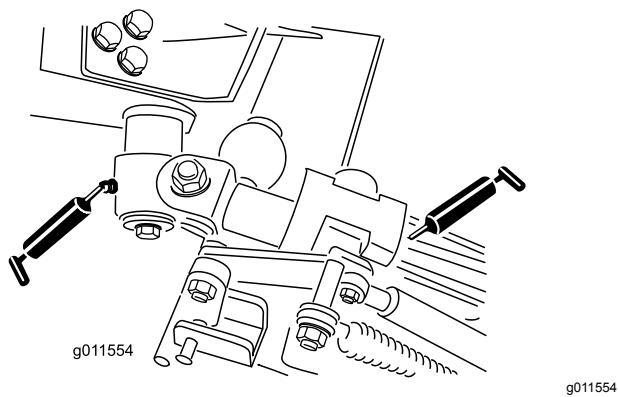

Figura 69
- Casquillos de la palanca acodada (2) (Figura 69).
- Casquillos de los brazos traseros (4) (Figura 69).